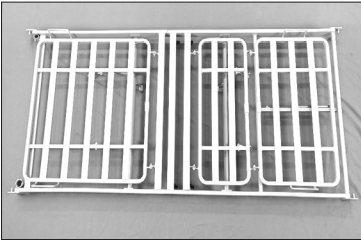
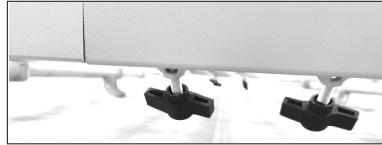

Abb.3
Abb.3a
2. Verbinden Sie den Kopfstützenrahmen mit dem Beinrahmen, indem Sie den Rahmen ganz nach unten drücken und die 4 Feststellknöpfe festziehen (Abb. 3) (Abb. 3a).